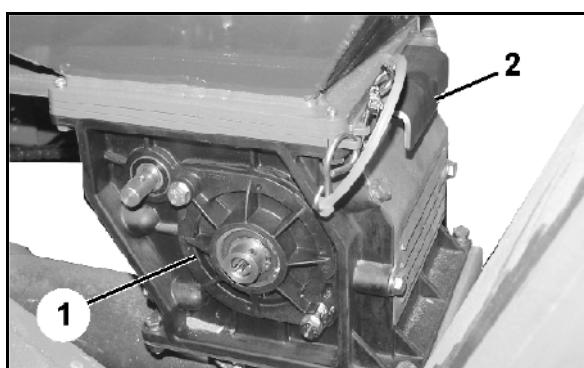

Рис. 113
2. Выньте заслонку (Рис. 113/1) и, таким образом, закройте отверстие бункера для посевного материала (см. на стр. 102).